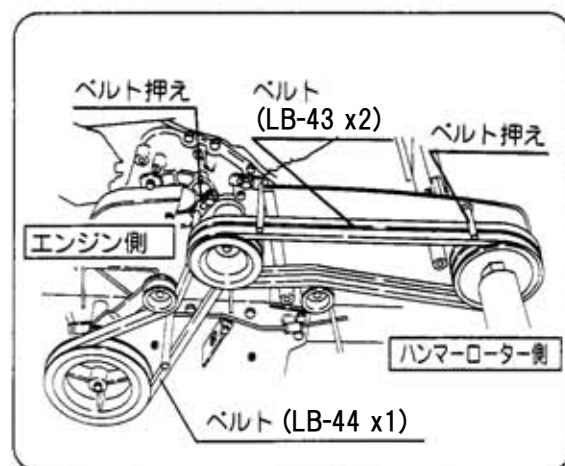

図59
- ❺ エンジン側ベルト押さえ、ハンマーローター側ベルト押さえをゆるめます。(図59)